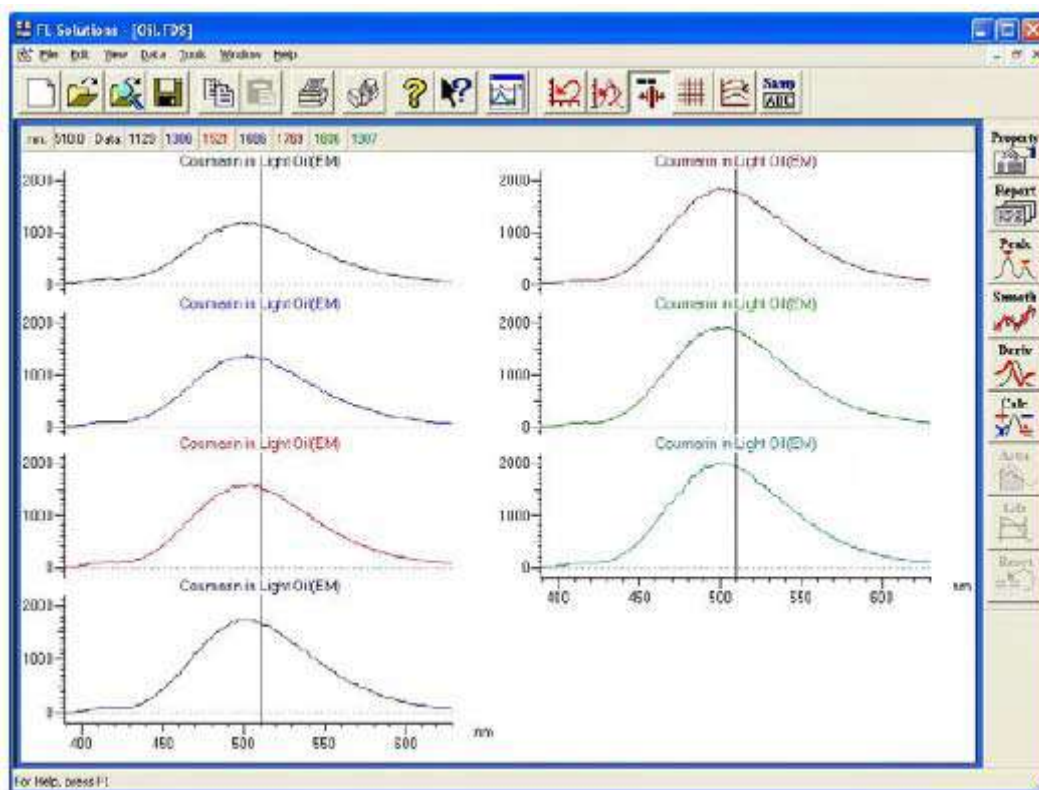

Рис. 8-21
- Плитка: Спектры отображаются отдельно в вертикальном и горизонтальном направлении. Например, экран отображения 16 спектров разбивается на 4 ряда и 4 колонки, а для 15 спектров на 5 рядов и 3 колонки. (Смотрите рис. 8-21).